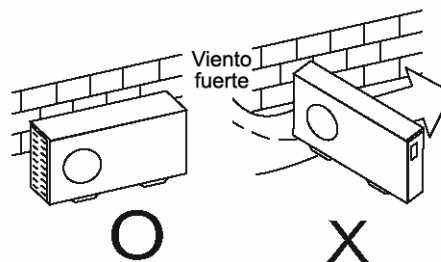

Figura 9
- Si el viento es extraordinariamente fuerte, impida que circule hacia la parte trasera de la unidad. (Vea la figura 9)